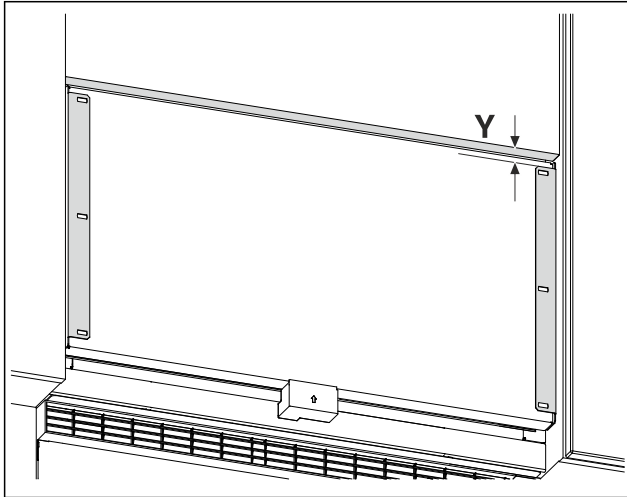

Fig. 23 Exempelbild
- Mät avstånd Fig. 23 (Y) från möbeldörrens underkant till fästvinkeln.